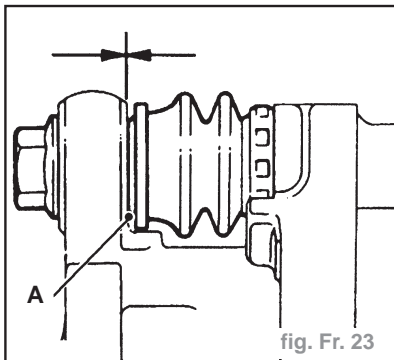

fig. Fr. 23
- S'assurer que les méplats "A" des axes de guidage s'engagent dans les oreilles du boîtier d'étrier (fig. Fr. 23).